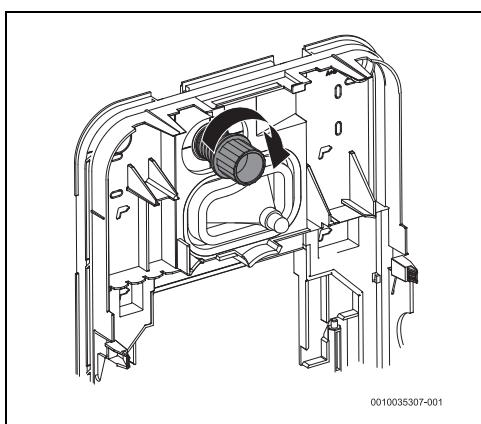

Rys. 67 Dodatkowa tuleja
- Zamontować dodatkową tuleję w celu umożliwienia poprawnej instalacji Aquastop (rysunek 67).